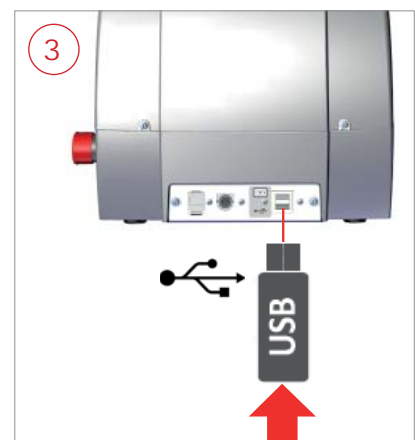

Fig. 13
- 3) Steek de USB-PEN in de specifieke poort van de FUTURA PRO (Fig. 13). Volg de instructies op het scherm: raak de toets "FUTURA TERUG OPSTARTEN" aan om de FUTURA PRO terug op te starten.